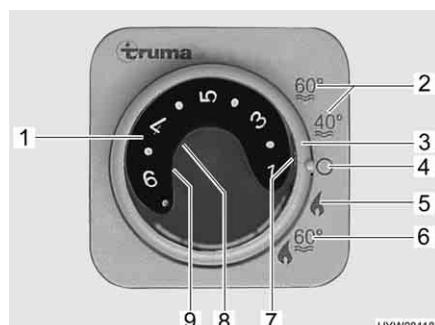

Fig. 69 Centralina di controllo per riscaldamento/boiler
- Impostare la modalità di funzionamento tramite l'interruttore girevole (Fig. 69,3).
Funzionamento invernale	A seconda della temperatura ambiente desiderata, il riscaldamento seleziona automaticamente il livello del bruciatore necessario. Al raggiungimento della temperatura ambiente desiderata, il bruciatore si spegne. Durante la modalità di funzionamento "Riscaldamento e boiler" (Fig. 69,6) è riscaldata anche l'acqua nel boiler. Nella modalità di funzionamento "Riscaldamento senza boiler" (Fig. 69,5) è possibile far funzionare il riscaldamento con il boiler vuoto.
Accensione:	<ul style="list-style-type: none"> ■ Aprire la valvola principale di arresto della bombola del gas e il rubinetto di arresto del gas "Riscaldamento/boiler". ■ Impostare la manopola della temperatura (Fig. 69,1) sulla centralina di controllo scegliendo la potenza desiderata. ■ Posizionare l'interruttore girevole (Fig. 69,3) su funzionamento invernale "Riscaldamento senza boiler" (Fig. 69,5) o "Riscaldamento e boiler" (Fig. 69,6). <p>Si accende la spia verde di controllo (Fig. 69,7). Quando si accende il riscaldamento, la ventola di ricircolo dell'aria viene attivata automaticamente.</p>
Spegnimento:	<ul style="list-style-type: none"> ■ Posizionare l'interruttore girevole (Fig. 69,3) su "O" (Fig. 69,4). ■ Chiudere il rubinetto di arresto del gas "Riscaldamento/boiler" e la valvola principale di arresto della bombola del gas. <p>Dopo lo spegnimento del riscaldamento la ventola di ricircolo dell'aria può continuare a funzionare sfruttando il calore restante.</p>
La combinazione funzionamento a gas e funzionamento elettrico a 230 V diminuisce il tempo di riscaldamento (è possibile solo se il riscaldamento viene impostato sulla centralina di controllo (Fig. 69) su funzionamento invernale).